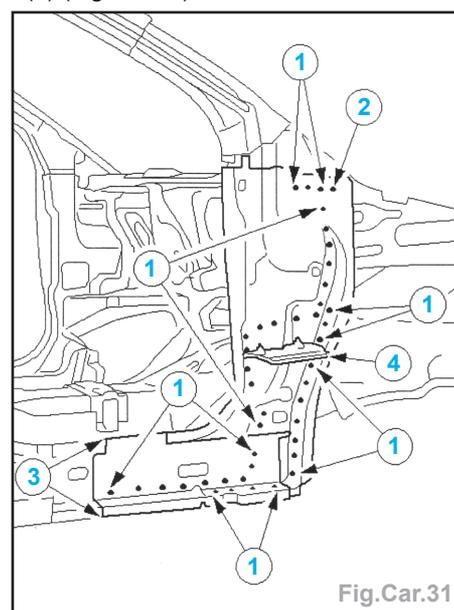

Fig.Car.31
- Souder par points (1), par bouchonnage (2), par cordon continu sous gaz (3) et poser l'élément insonorisant par collage (4) (Fig.Car.31).